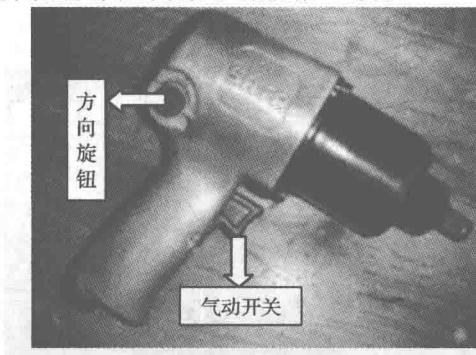

图 1-1-16 气动冲击扳手
- 1) 把空气压缩机的气压管与扳手(图 1-1-16)连接管连接起来。